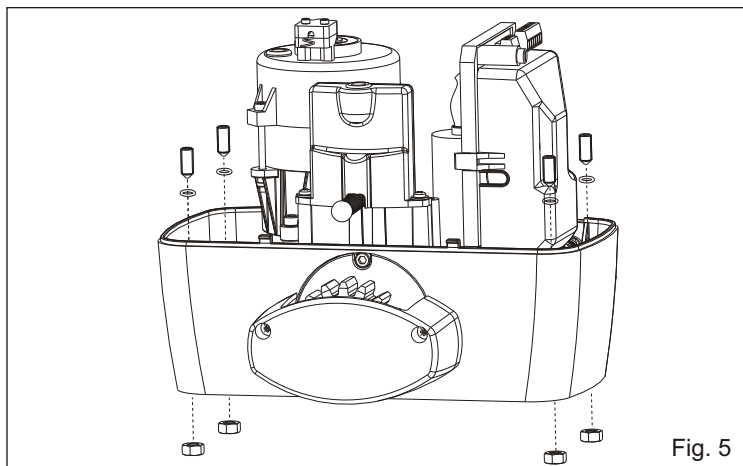

Fig. 5
4.1. Insertar los 4 pasadores en los respectivos agujeros de modo de regular la altura del motoreductor a la placa (Fig. 5).